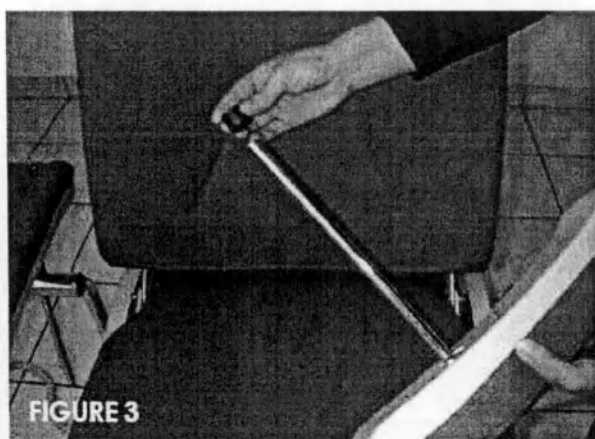

FIGURE 3
- частично вкрутите ручку (10);
- вставьте пластмассовое кольцо (11) в штангу подлокотника (рисунок 3);